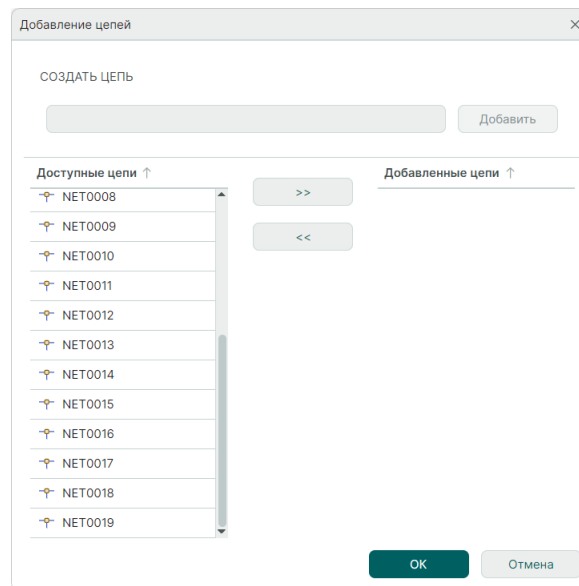

Рис. 167 Окно «Добавление цепей»
3. Нажмите кнопку «Добавление цепей» , после чего на экране отобразится окно «Добавление цепей», см. Рис. 167.